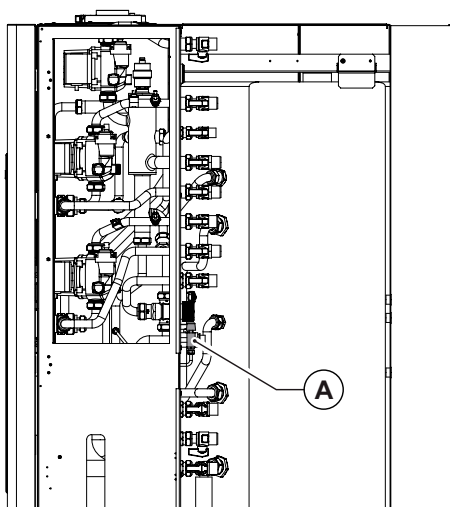

Рис. 3 Кран заполнения
Если на дисплее появляется код неисправности **E04**, это значит, что давление в системе отопления слишком низкое (сработал датчик давления воды в контуре отопления). Необходимо подпитать котел с помощью крана заполнения Рис. 3 Кран заполнения. Код неисправности **E04** появляется на дисплее котла, когда давление опускается ниже 0,4 бар и автоматически исчезает, как только давление поднимается выше уровня 1 бар. Давление в холодной системе отопления должно быть 1÷1,3 бар.
- открутить кран заполнения системы Рис. 3 Кран заполнения движением против часовой стрелки с целью поступления воды всистему;